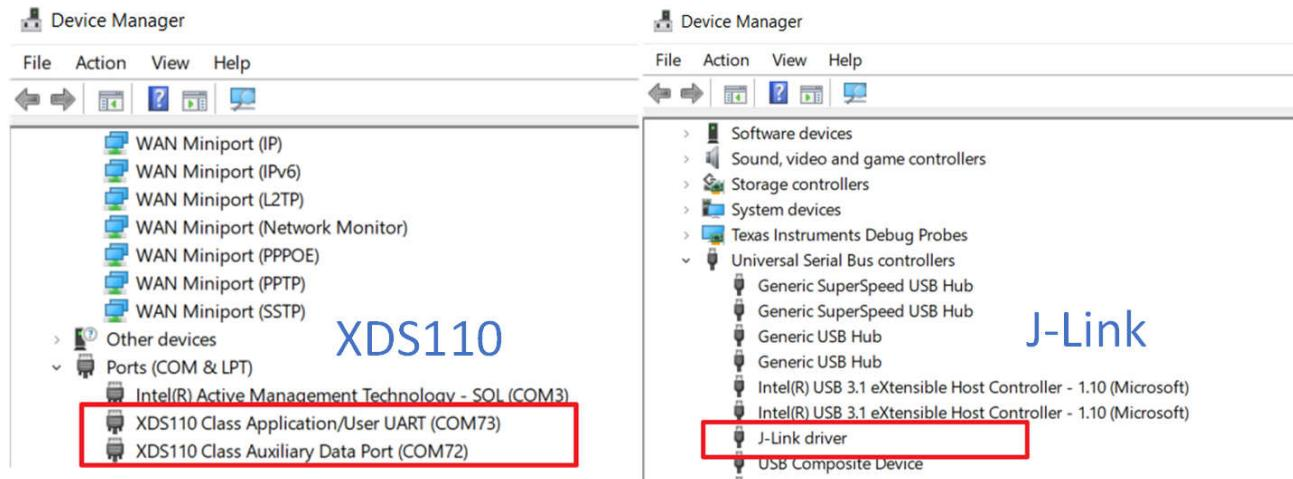

图 7-6. 设备管理器视图
2. 插入调试器，并检查计算机是否找到调试器。如果调试器未如图 7-6 所示，请检查计算机限制。